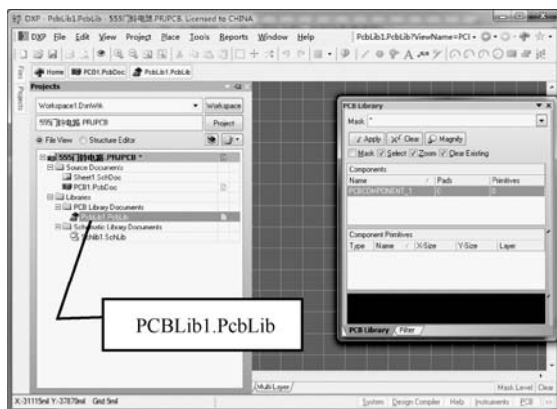

图 2-1-17 新建的 PCB 库编辑器窗口
④ 单击“File”→“New”→“Library”→“PCB Library”菜单命令，将新建一个 PCB 库文件，默认库文件名为“PCBLib1.PCBLIB”。新建的 PCB 库编辑器窗口如图 2-1-17 所示。